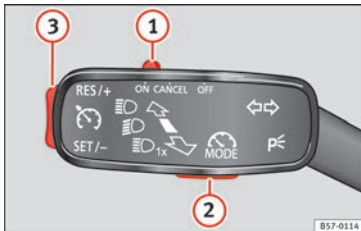

Abb. 175 Links von der Lenksäule: Hebel und Tasten zur Bedienung des Geschwindigkeitsbegrenzers.
Wenn Sie den Geschwindigkeitsbegrenzer – beispielsweise zum Überholen – vorübergehend deaktivieren möchten, bringen Sie den Schalter » Abb. 175 ① des Blinkerhebels in die Stellung **CANCEL** oder bringen Sie den dritten Hebel zum Druckpunkt **CANCEL** oder drücken Sie die Taste ② eines der beiden Hebel.